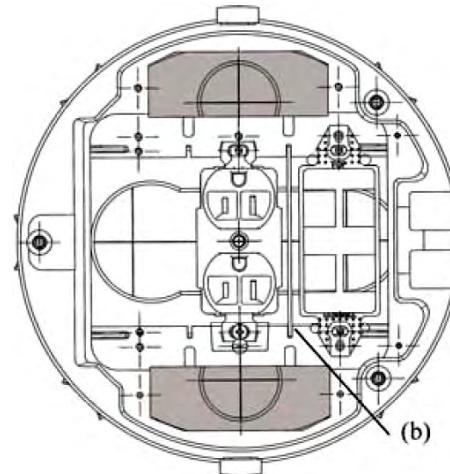

Fig. 4
4. For perimeter cover plates and devices (shaded areas in Fig.4), a flexible steel conduit (g) is available to join all power or all data cables to a standard junction box (d). Attach box (m) to bottom of can as shown using (2) pan head screws provided (f). Attach conduit adapters (n) to boxes (d) and (m). In applications where the perimeter plates are NOT all power or all data – connect conduit to box (m) or standard junction box (d) separately.
- b. Insert divider (b) between power and data devices at center, See Fig. 3. Center section may be all data, all power or divided 1/3-2/3 as shown in fig.4.
Assemble brackets (ad) as required as shown in figures 4 and 5. Brackets are marked to assist assembly. Turn hexagonal head screws (ae) horizontally to support the disc (at). Insert discs (at) at top, center and bottom. Bend brackets (af) for center and bottom positions to fit inside the assembled tube segments.
2. Install assembly into cut hole, see Fig.4. Check that the assembly is installed plumb to the deck. Attach to deck with sheet metal screws (not supplied).
4. Pour les plaques de couverture et dispositifs périphériques (sections ombragées de la Fig. 4), un conduit métallique flexible (g) est disponible pour joindre tous les conducteurs d'énergie ou de données à une boîte de dérivation standard (d). Fixer la boîte (m) à la base de la boîte selon l'illustration à l'aide des (2) vis à tête cylindrique fournies (f). Fixer les adaptateurs de conduit (n) aux boîtes (d) et (m). Dans les applications où les plaques périphériques NE sont PAS toutes réservées à l'énergie ou aux données – raccorder la boîte de conduit (m) ou la boîte de dérivation standard (d) de façon distincte.
- b. Insérer le séparateur (b) entre les compartiments d'énergie et de données, consulter la Fig. 3. La section centrale peut être réservée aux données, à l'énergie ou répartie 1/3-2/3 selon l'illustration de la Fig. 4.
Assembler les supports (ad) au besoin conformément aux figures 4 et 5. Les supports comportent des repères pour faciliter l'assemblage. Tourner les vis hexagonales (ae) horizontalement pour soutenir le disque (at). Insérer les disques (at) en haut, au centre et en bas. Au centre et en bas, plier les supports (af) afin qu'ils s'adaptent à l'intérieur des sections de tube.